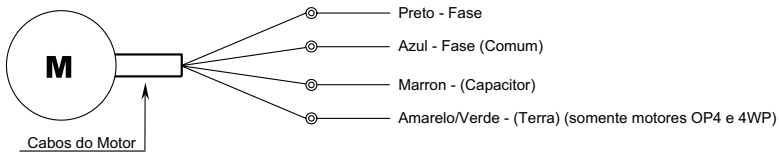

Figura 6.5.6 - Ligação de Motores Monofásicos
**6.5.5** Para motores monofásicos modelos: M4C2, M4A, M4P2, M4P7 e M6P nas tensões de 220 V, 254 V e 440 V, basta emendar o cabo do motor ao cabo de instalação, e conectar o cabo de instalação ao quadro de comando, proceder conforme figura 6.5.6.
**6.5.6** Para motores monofásicos modelo OP4, OM4A e 4WP: nas tensões de 127 V, 220 V e 254 V, basta emendar o cabo do motor ao cabo de instalação e conectar o cabo de instalação ao quadro de comando, proceder conforme figura 6.5.6.